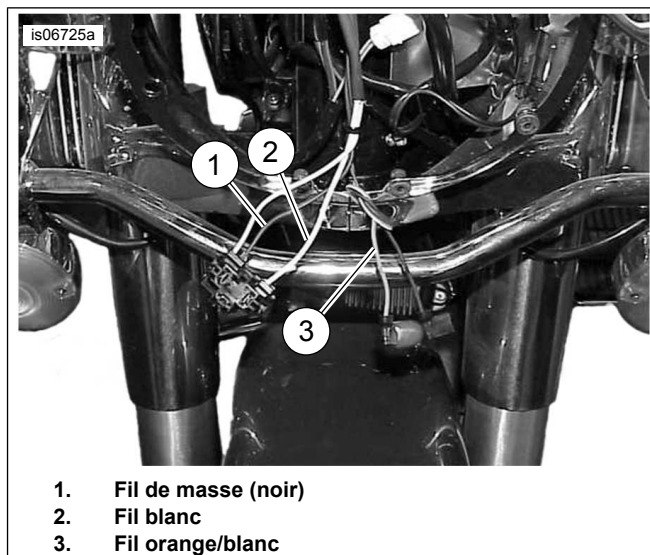

Figure 21. Fils pour les connexions de l'émetteur (FLHR 2013 et antérieurs)
- a. **Modèles FLHR Touring 2013 et antérieurs** : Voir la Figure 21. couper les fils noir (1) et blanc (2) du phare **à l'intérieur de la nacelle**, en échelonnant un peu les longueurs pour éviter que les épissures n'entrent en contact.